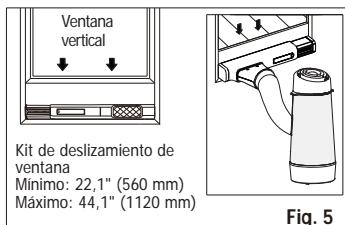

Fig. 5
3. Instalar el kit de ventana de la ventana y deslizar el adaptador B en el kit deslizador de la ventana y el sello. (Fig. 5 y 6)